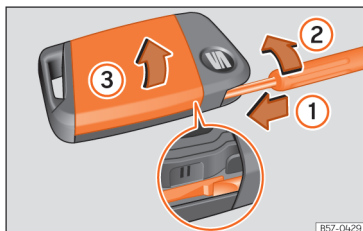

Abb. 76 Fahrzeugschlüssel: Deckel des Batteriefachs öffnen.
- Führen Sie einen Schlitzschraubendreher durch die äußere Führung des Notschlüssels in den Fahrzeugschlüssel ein, ca. 1 cm in Pfeilrichtung »» **Abb. 76 ①**.
- Drehen Sie den Schraubendreher im Uhrzeigersinn, bis sich die Abdeckung öffnet »» **Abb. 76 ②**.
- Bewegen Sie die Abdeckung in Pfeilrichtung »» **Abb. 76 ③** und nehmen Sie sie ab »» ①.